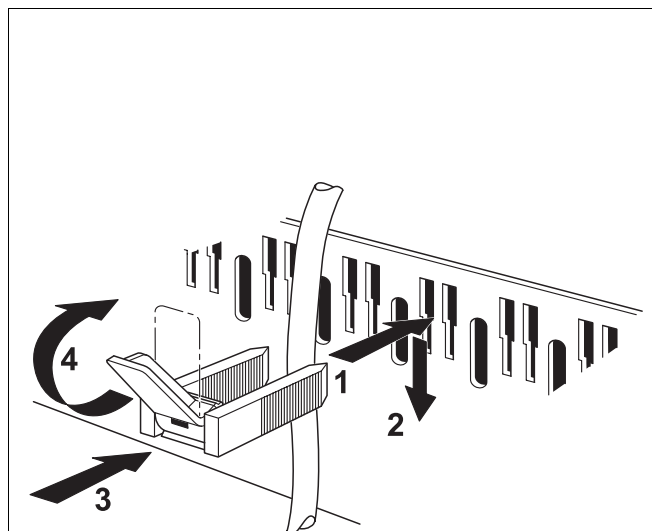

Fig. 18 Asigurați conductele cu bride de cablu
- Asigurați toate conductele cu bride de cablu (Fig. 18):
- Se introduce brida de cablu cu conducta deja trasată din partea de sus în deschiderile de la cadrul de bride (Fig. 18) ; indicatorul trebuie să fie orientat în sus (Fig. 18, Pasul 1).
- Trageți brida de cablu (Fig. 18, Pasul 2).
- Se apasă (Fig. 18, Pasul 3).
- Indicatorul se poziționează în sus (Fig. 18, Pasul 4).